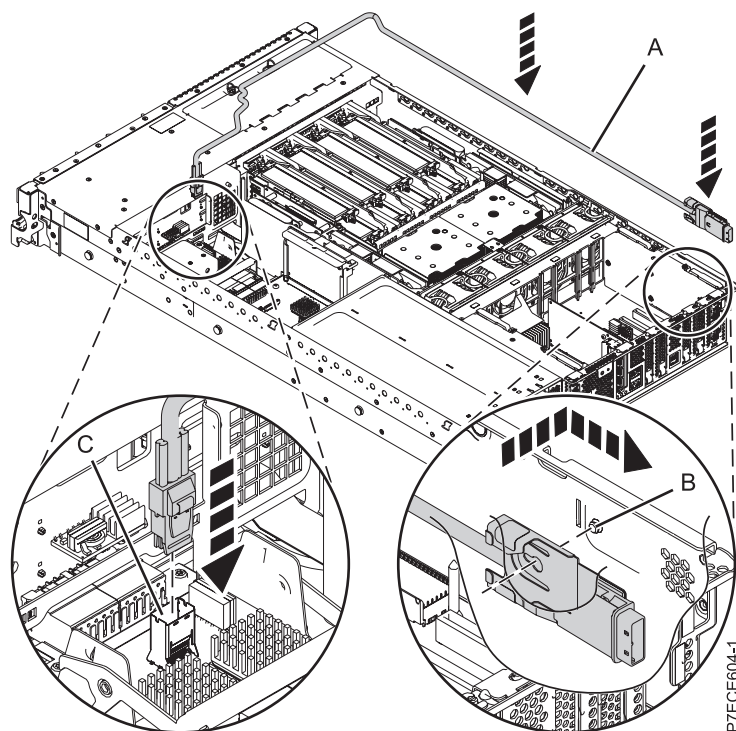

Figura 25. Substitució del cable SAS
3. Connecteu el miniconnector SAS del cable SAS al port de connexió SAS intern (C) a la targeta d'interposició d'emmagatzematge fins que quedi encaixat en el seu lloc. Consulteu Figura 25 a la pàgina 41.
4. Feu passar el cable (A) per davant del receptacle de la targeta d'expansió de memòria i, per tot el canal de la paret fins que el connector del port SAS estigui a prop de l'obertura de la part posterior del xassís.
5. Alineeu i conduïu la ranura de la peça de subjecció del connector del port SAS (B) per puig de la guia del xassís. A continuació, feu lliscar el connector del port SAS per l'obertura de la part posterior del xassís fins que la pestanya de la peça de subjecció quedi encaixada en el seu lloc.